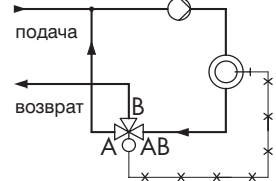

Рис. 3 · Схемы установки регулятора температуры
2.1 Установка клапана (рис. 3)
Необходимо обеспечить правильность подключения каналов А, В и АВ с подводящей и обратной линиями *установки*, согласно рис. 3